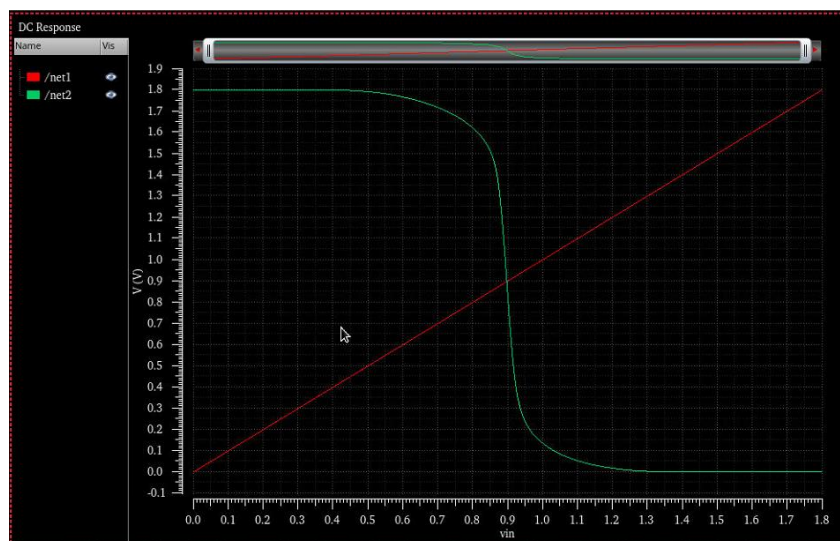

图 5.13 反相器的输入输出特性
- ② AC 结果分析。对 AC 仿真进行相同的操作，从图中我们可以大致读出反相器作放大器时小信号增益约为 23，单位增益带宽接近 1G。
③DC 分析结果。将 DC 波形放大到当前窗口中，放大 0.9V 附近的波形。可以从中测出开关阈值电压 V_M 。如图 5.13 所示。